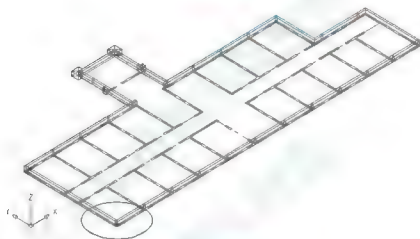
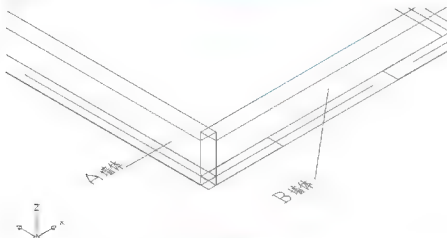
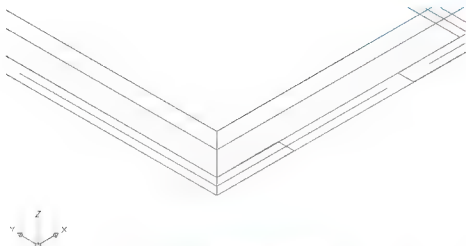

图 6.9 生成勒脚部位的墙
图 6.10 墙的转角处
图 6.11 连接转角处的墙体
- (5) 用相同的方法生成其他勒脚部分的墙体, 结果如图 6.9 所示。
- (6) 将图 6.9 内圈定的部分放大, 结果如图 6.10 所示, 可以发现建筑的转角处存有缺口, 需用【编辑多段线】命令将转角两侧的墙体连接在一起。
- (7) 启动【编辑多段线】命令 (快捷键 PE)。
- ① 在选择多段线或 [多条(M)]: 提示下, 选择图 6.10 所示的 A 墙体。
- ② 在输入选项 [闭合(C)/合并(J)/宽度(W)/编辑顶点(E)/拟合(F)/样条曲线(S)/非曲线化(D)/线型生成(L)/放弃(U)]: 提示下, 输入“J”后按 Enter 键。
- ③ 在选择对象: 提示下, 选择图 6.10 内的 B 墙体, 按 Enter 键结束命令, 结果如图 6.11 所示。